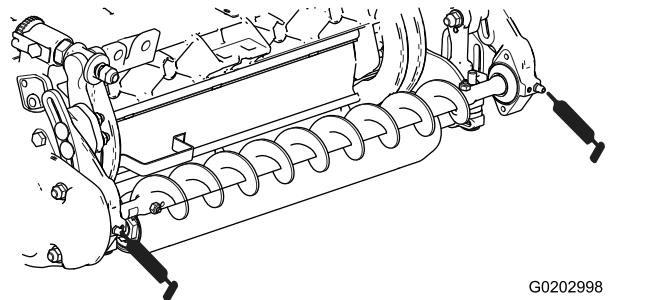

Figura 17
3. Lubrique los engrasadores de cada uno de los alojamientos de cojinete del cepillo del rodillo con grasa de litio Nº 2 (Figura 17).